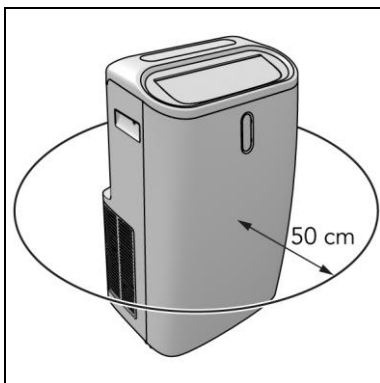

Figure 7
3. Placez l'appareil en respectant un dégagement minimal de 50 cm sur chaque côté (Figure 7).